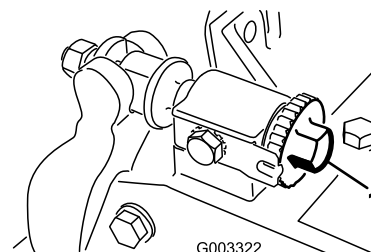

Figure 27
1. Séparez le cylindre et la contre-lame en tournant les boutons de réglage de la contre-lame (Figure 27) dans le sens antihoraire jusqu'à ce que les deux pièces ne soient plus en contact.